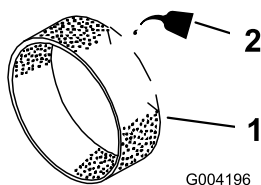

Figure 42
- Imbibez le préfiltre de 3 à 6 cl (1 à 2 oz liq.) d'huile (Figure 42).